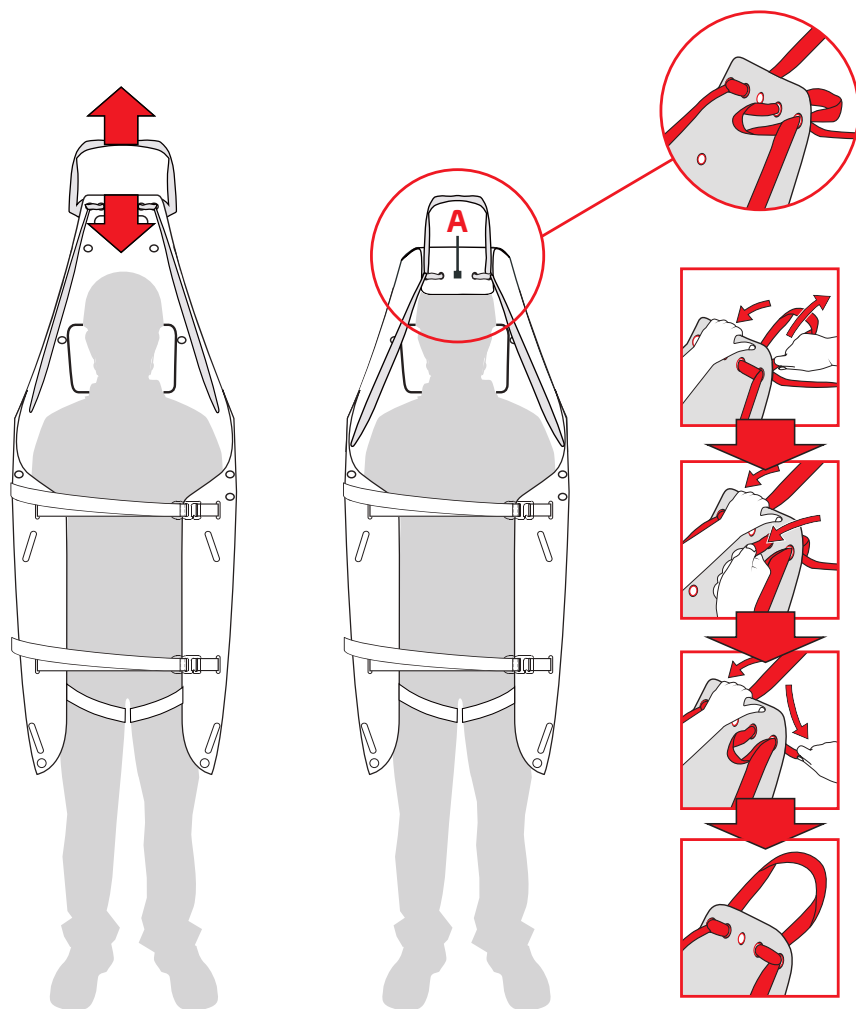

Fig.12
- inserire i cosciali (L) nelle asole A4 del piano di appoggio e sganciare le fibbie automatiche (G) (fig. 12).
- a) trascinamento: tensionare la fettuccia (E), per sollevare la parte terminale del piano di appoggio (A) di quanto necessario a contenere la testa del paziente, e bloccarla (fig. 12).